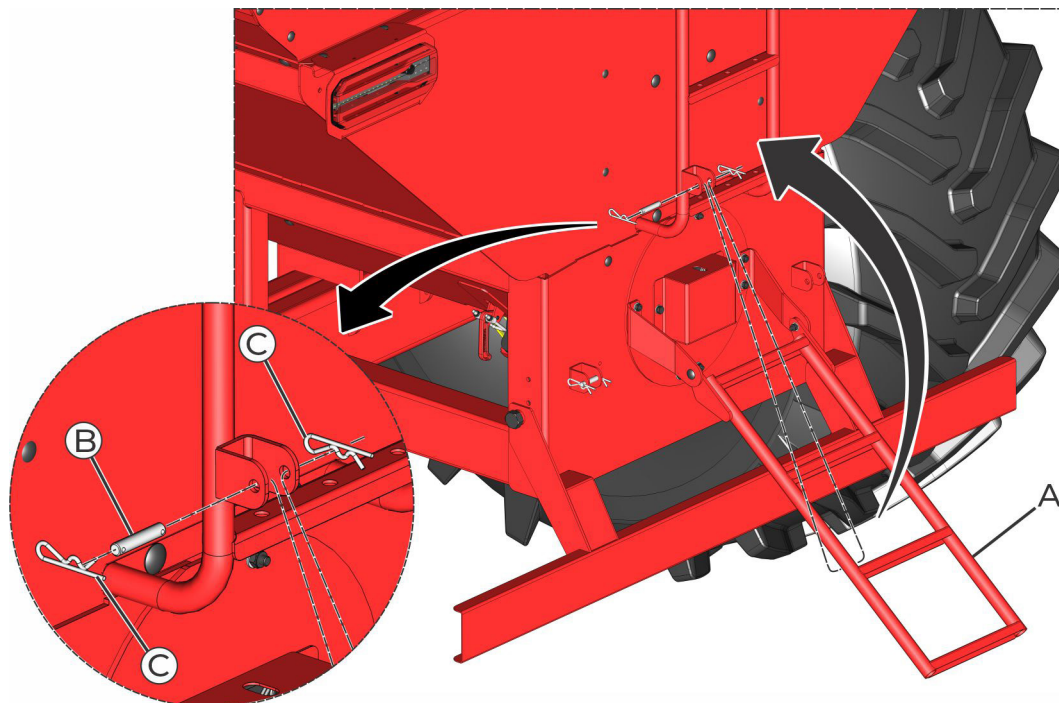

fig. 07
- 4- Aproxime el tubo a la barra del cardán hasta que queden lado a lado; luego, verifique si existe una holgura mínima de 2 cm (fig. 07) en cada extremidad y, de no existir holgura, marque en el tubo y en la barra la medida de 2 cm y córtelos;
La escalera trasera externa (A) (fig. 07) se debe abrir solamente para subir a la parte superior del remolque granelero. En lo que queda del tiempo, la misma debe permanecer plegada y fija a través del perno (B) y el perno de bloqueo R (C).